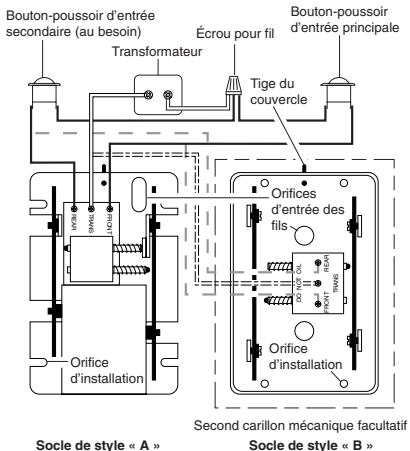

Figure 1
- Faites passer les fils par les orifices d'entrée des fils (voir la Figure 1).
3. Amenez deux fils 20 AWG ou des fils pour carillon (fil pour accessoire Heath®/Zenith n° 196C ou n° 199C) jusqu'au carillon. Dénudez 1/2 po d'isolant à l'extrémité des fils. Raccordez chaque fil au transformateur (voir la Figure 1).
5. Installez les boutons-poussoirs sur les cadres des portes. Faites passer deux fils de carillon 20 AWG des boutons-poussoirs au carillon. Dénudez 1/2 po d'isolant à l'extrémité des fils. Raccordez chaque fil aux boutons-poussoirs (voir la Figure 1).
8. Dénudez 1/2 po d'isolant à l'extrémité des fils. Raccordez le fil « F » à la vis du bornier portant la mention « FRONT », puis le fil « T » à la vis du bornier portant la mention « TRANS ». Raccordez ensuite le fil « R » à la vis du bornier portant la mention « REAR » (voir la Figure 1).
7. Raccordez le fil « F » à la vis du bornier portant la mention « FRONT », puis le fil « T » à la vis du bornier portant la mention « TRANS ». Raccordez ensuite le fil « R » à la vis du bornier portant la mention « REAR » (voir la Figure 1). *Note :* Il pourrait Il pourrait exister des connexions communes invisibles ailleurs dans la résidence.